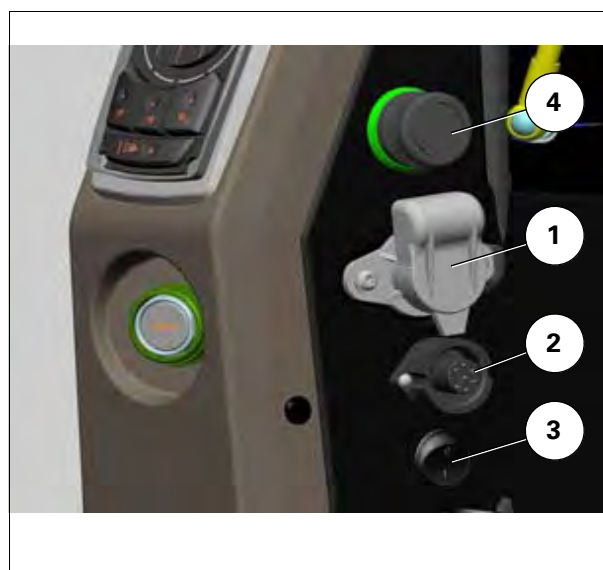

Рис. 35.
- (1) (15/30) Постоянное питание +12 В или управление с помощью переключателя (3) *рис. 35* через предохранитель F52 (30 А)
- (2) (82) Питание +12 В после зажигания через предохранитель F66 (10 А)
- (3) (31) Масса, "-"